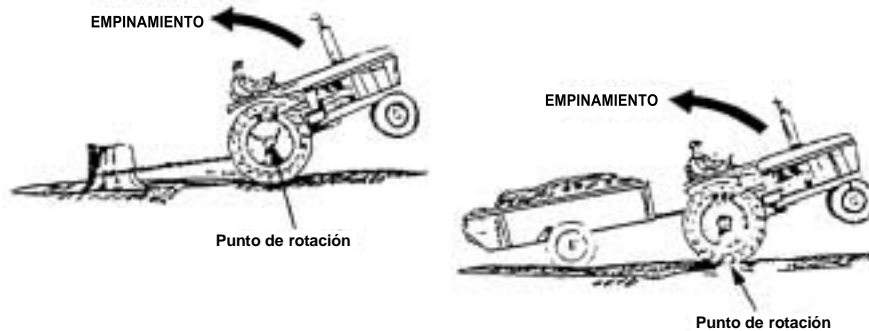

FIG. 47 Empinamiento de un tractor*.
- La zona de adherencia de esas mismas ruedas. FIG. 47